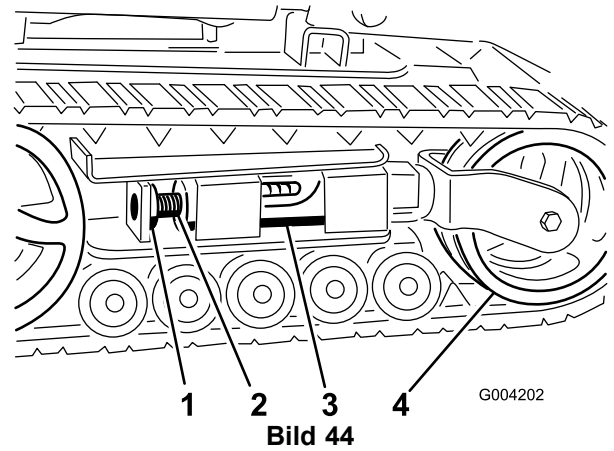
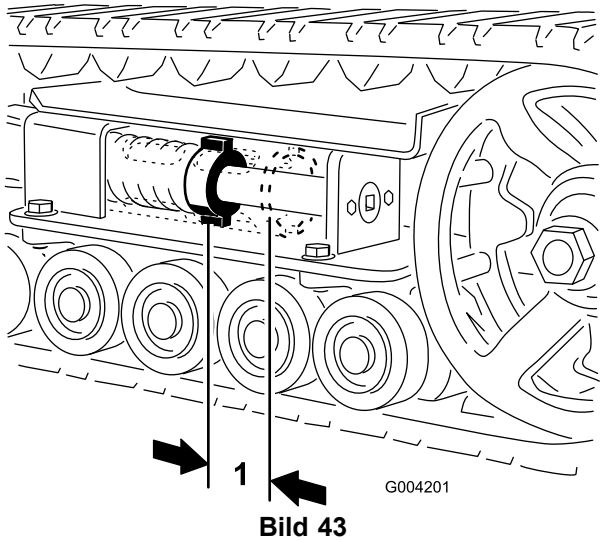
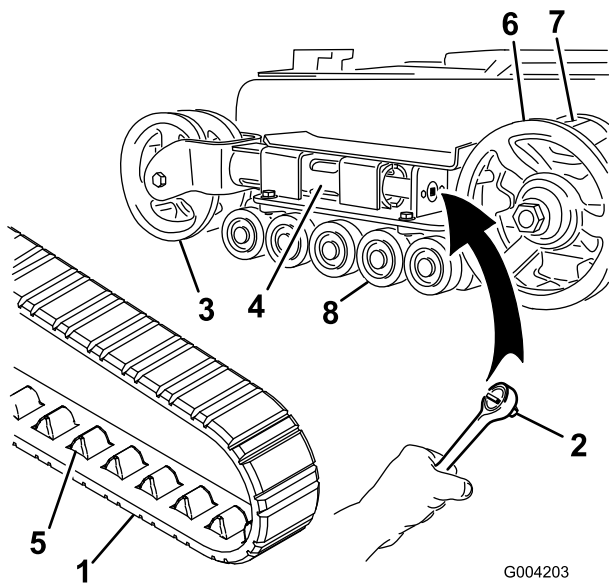
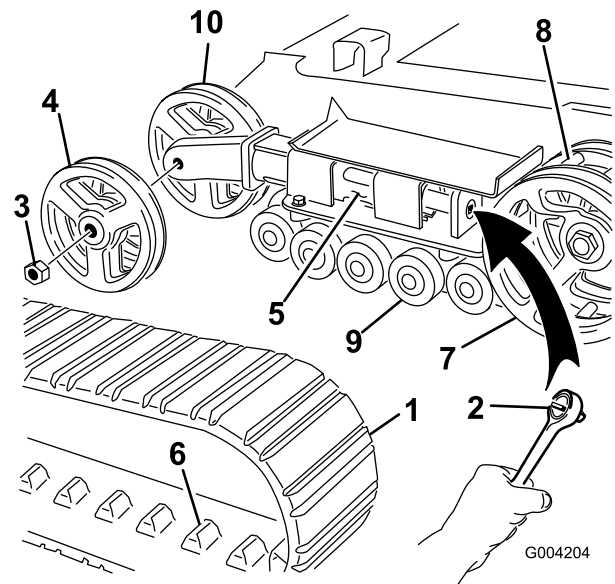

Bild 44
Bild 43
Bild 45
Bild 46
Zwischen der Spannungsmutter und der Rückseite des Spannungsrohrs sollte ein Abstand von 7 cm sein (Bild 43). Stellen Sie ansonsten die Kettenspannung wie folgt ein:
3. Entfernen Sie die Befestigungsschraube und Mutter (Bild 44).
4. Drehen Sie die Spannschraube mit einem Sechskantschlüssel (1/2 Zoll) (Bild 45) nach links, bis der Abstand zwischen der Spannmutter und der Rückseite des Spannungsrohrs 7 cm beträgt (Bild 43).
5. Richten Sie die am nächsten liegende Kerbe in der Spannschraube mit dem Loch der Befestigungsschraube aus und befestigen Sie die Schraube mit der Befestigungsschraube und Mutter (Bild 44).
4. Lösen Sie die Antriebsspannung mit einem Sechskantschlüssel (1/2 Zoll), indem Sie die Spannschraube nach rechts drehen (Bild 44 und Bild 45).
5. Drücken Sie das Spannräder zur Rückseite der Maschine, um den Abzweigschlauch gegen den Rahmen zu bewegen (Bild 45). (Wenn es den Rahmen nicht berührt, drehen Sie die Spannschraube so lange, bis es funktioniert.)
7. Wenn Sie die Kette vom Spannräder entfernt haben, entfernen Sie sie auch vom Antriebsrad und den Straßenrädern (Bild 45).
8. Legen Sie die neue Kette, beginnend beim Antriebswirbel, um den Wirbel und stellen Sie sicher, dass die Stollen an der Kette zwischen die Distanzstücke auf dem Wirbel passen (Bild 45).
9. Drücken Sie die Kette unter und zwischen die Straßenrädern (Bild 45).
11. Drehen Sie die Spannschraube nach links, bis der Abstand zwischen der Spannmutter und der Rückseite des Abzweigschlauchs 7 cm beträgt (Bild 43).
4. Lösen Sie die Antriebsspannung mit einem Sechskantschlüssel (1/2 Zoll), indem Sie die Spannschraube nach rechts drehen (Bild 44 und Bild 46).
5. Drücken Sie das Spannräder zur Rückseite der Maschine, um den Druckschlauch gegen den Rahmen zu bewegen (Bild 46). (Wenn es den Rahmen nicht berührt, drehen Sie die Spannschraube so lange, bis es funktioniert.)
6. Nehmen Sie die Mutter ab, mit der das äußere Spannräder befestigt ist. Nehmen Sie das Rad ab (Bild 46).
7. Nehmen Sie die Kette ab (Bild 46).
8. Nehmen Sie die Mutter ab, mit der das innere Spannrاد befestigt ist. Nehmen Sie das Rad ab (Bild 46).
12. Setzen Sie das innere Spannrاد ein und befestigen Sie es mit der vorher abgenommenen Mutter (Bild 46).
14. Montieren Sie die neue Kette. Achten Sie darauf, dass die Stollen in der Kette zwischen die Distanzstücke in der Mitte des Antriebsrads passen (Bild 46).
15. Setzen Sie das äußere Spannrاد ein und befestigen Sie es mit der vorher abgenommenen Mutter (Bild 46).
17. Drehen Sie die Spannschraube nach rechts, bis der Abstand zwischen der Spannmutter und der Rückseite des Abzweigschlauchs 7 cm beträgt (Bild 43).